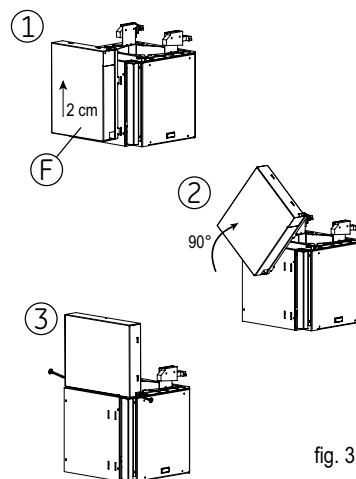

fig. 3
- Retire a fita adesiva da caixa (F fig.3)
- Levante a caixa cerca de 2 cm e, depois de a soltar, faça-a rodar 1/4 de volta; deslize e fixe-a com o auxílio dos 2 parafusos por cima do motor (fig 3).
- Se possuir um tubo com 125 mm de diâmetro, utilize o adaptador fornecido (fig. 3). Se o tubo exterior for inferior a 125 mm, é obrigatório ligar o exaustor em modo de reciclagem.